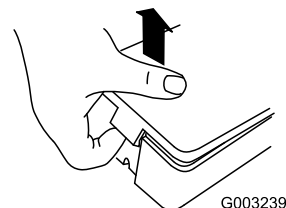

Figure 8
1. Dégagez les deux extrémités du couvercle de la batterie et déposez le couvercle (Figure 8).